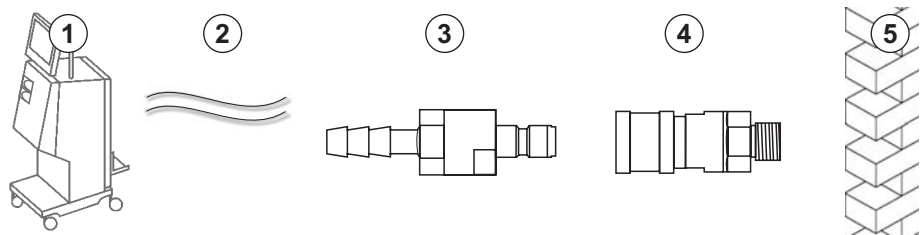

Fig. 4-6 Raccords Aquaboss sortie dialysat
- 1 raccord mâle (Fig. 4-6, ③), matériau 1,4571 EPDM
- 1 raccord femelle ④, diamètre intérieur du tuyau flexible 9 mm, matériau 1,4571 EPDM
1. Connecter le tuyau ② à l'appareil et le fixer à l'aide d'un collier de serrage en inox.
2. Connecter le raccord mâle ③ au tuyau et le fixer à l'aide d'un collier de serrage en inox.
3. Connecter le raccord mâle ③ au raccord femelle ④ fixé au mur.